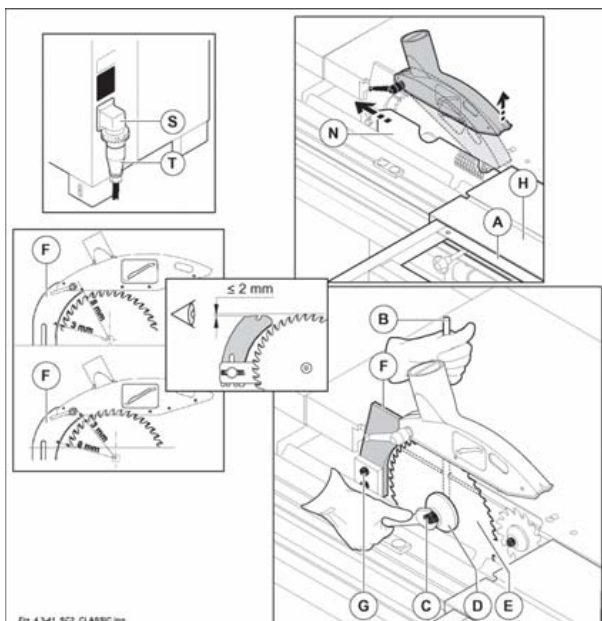

Fig. 4.3-41
- 2) Posizionare il telaio di squadra (A fig. 4.3-41) come in figura e traslare il carro vagoni (H fig. 4.3-41) tutto a destra.
- 3) Aprire la protezione (N fig. 4.3-41).
- 4) Inserire il perno (B fig. 4.3-41) nel foro della puleggia albero sega.
un fincorsa di sicurezza garantisce che con la protezione (N fig. 4.3-41) aperta il motore non possa essere avviato.
il dado di bloccaggio (C fig. 4.3-41) della lama sega è sinistrorso; per svitarlo occorre ruotarlo in senso orario.
- 5) Allentare il dado di bloccaggio (C fig. 4.3-41) con chiave esagonale da 24 mm, ed estrarre la flangia (D fig. 4.3-41).
- 6) Montare in sequenza la sega (E fig. 4.3-41), la flangia (D fig. 4.3-41) e il dado (C fig. 4.3-41) (per evitare eventuali vibrazioni, prima di montare la lama sega pulire accuratamente le flange).
- 7) Serrare il dado con la chiave da 24 mm utilizzando il perno (B fig. 4.3-41).
- 8) Regolare la posizione in altezza del coltello divisore (F fig. 4.3-41) allentando il dado (G fig. 4.3-41).
per motivi di sicurezza è obbligatorio richiudere la protezione (N fig. 4.3-41), altrimenti: